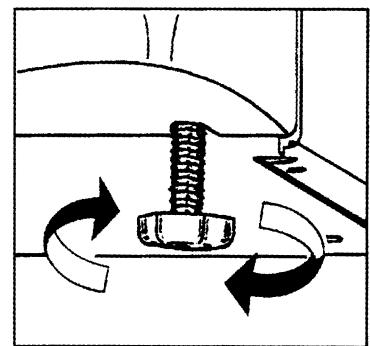

Рис.2
- Чтобы выровнять положение холодильника, подкрутите передние ножки прибора в ту или иную сторону. Это необходимо сделать во избежание вибрации и шума, а также для того, чтобы дверцы плотно зашивались (см. рис. 2).